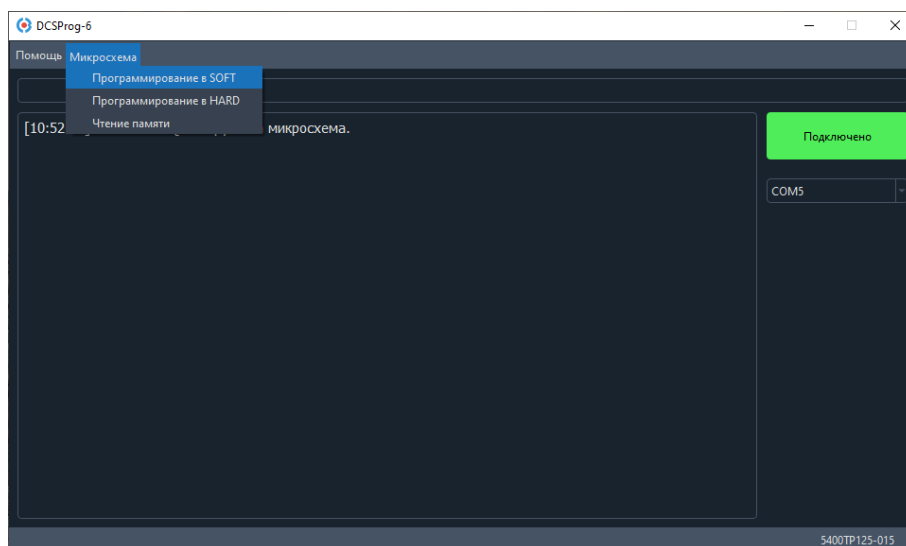
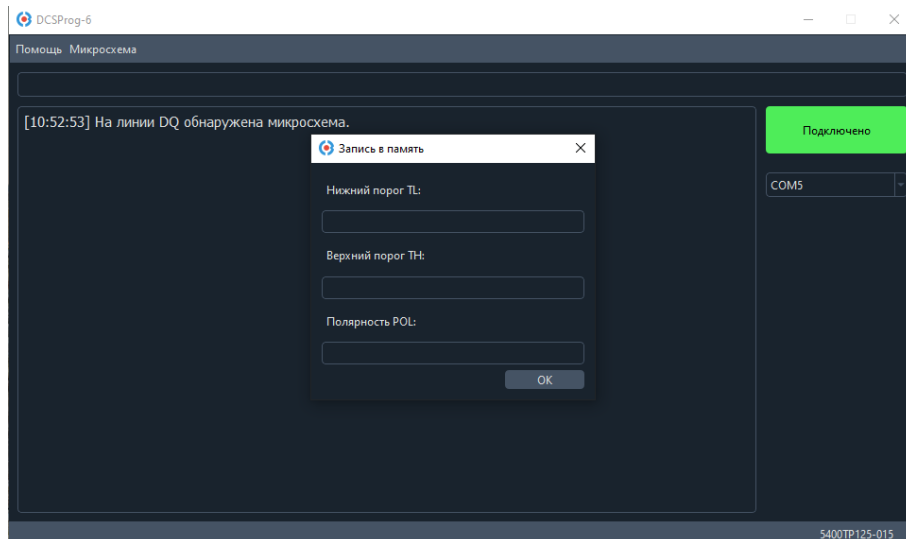

Рисунок 6. Программирование в SOFT
Рисунок 7. Окно ввода конфигурации микросхемы
1. Нажмите «Микросхема» – «Программирование в SOFT», откроется окно «Запись в память», где нужно ввести значения TH, TL, POL (Рисунок 6, Рисунок 7).